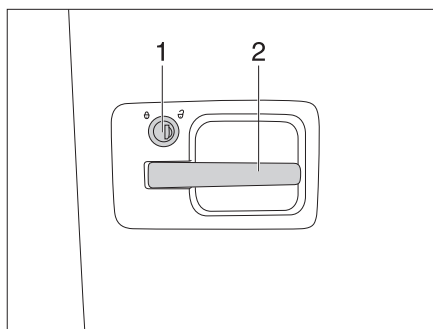
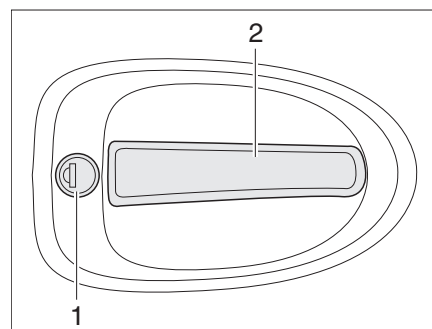

Fig. 19 Cerradura de la puerta, en el exterior
Fig. 20 Cerradura de la puerta, en el exterior
- Introducir la llave en el cilindro de cierre (Fig. 19,1 y Fig. 20,1) y girar en sentido de las agujas del reloj hasta que esté desbloqueada la cerradura de la puerta.
- Tirar del tirador de la puerta (Fig. 19,2 y Fig. 20,2). La puerta está abierta.
- Introducir la llave en el cilindro de cierre (Fig. 19,1 y Fig. 20,1) y girar en sentido de las agujas del reloj hasta que esté bloqueada la cerradura de la puerta.